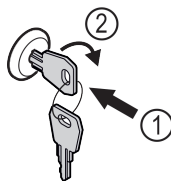

Fig. 67
- ▶ Klíč zasuňte dovnitř Fig. 67 (1).
- ▶ Otáčejte klíčem o 90° ve směru hodinových ručiček Fig. 67 (2).